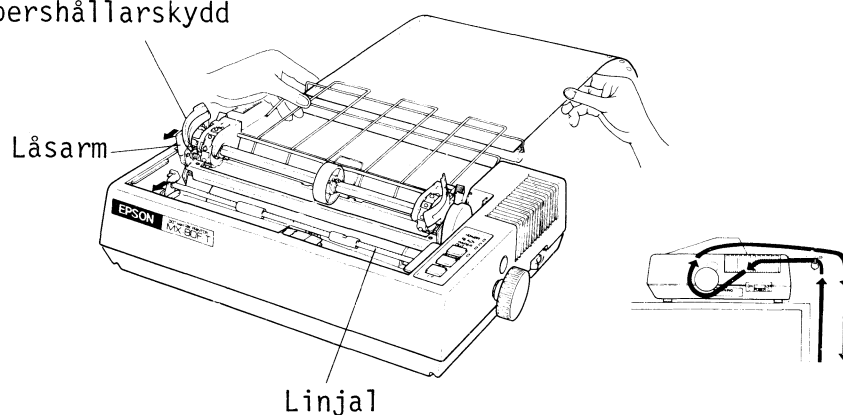

Fig 2.10 Isättning av tabulatorpapper
- c) Frigör låsarmen genom att dra den i pilens riktning. Se fig 2.10.
- e) Sätt i tabulatorpapperet mellan pappersseparatorns ram och plastrullen. Se fig 2.10.